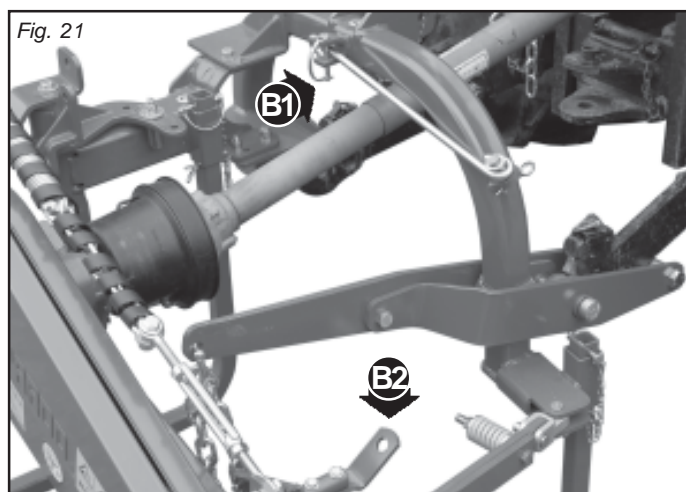

Fig. 21
- Désenfiler le crochet de sécurité (B1, Fig. 21), qui sert seulement pour le transport et le remettre dans le logement supérieur du châssis.